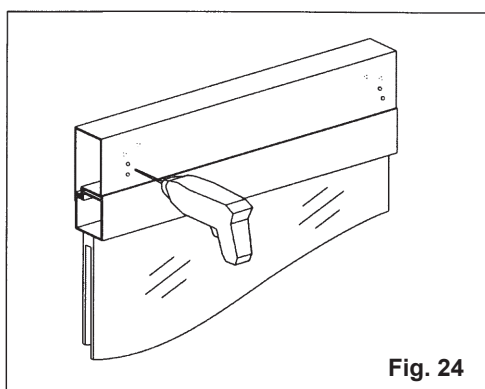

Fig. 24
- 4) **Fig. 24/25** - Con un taladro adecuado realizar en la puerta cuatro agujeros de $\varnothing 3,7$ mm en el chasis y fijar con los tornillos adecuados el estribo;